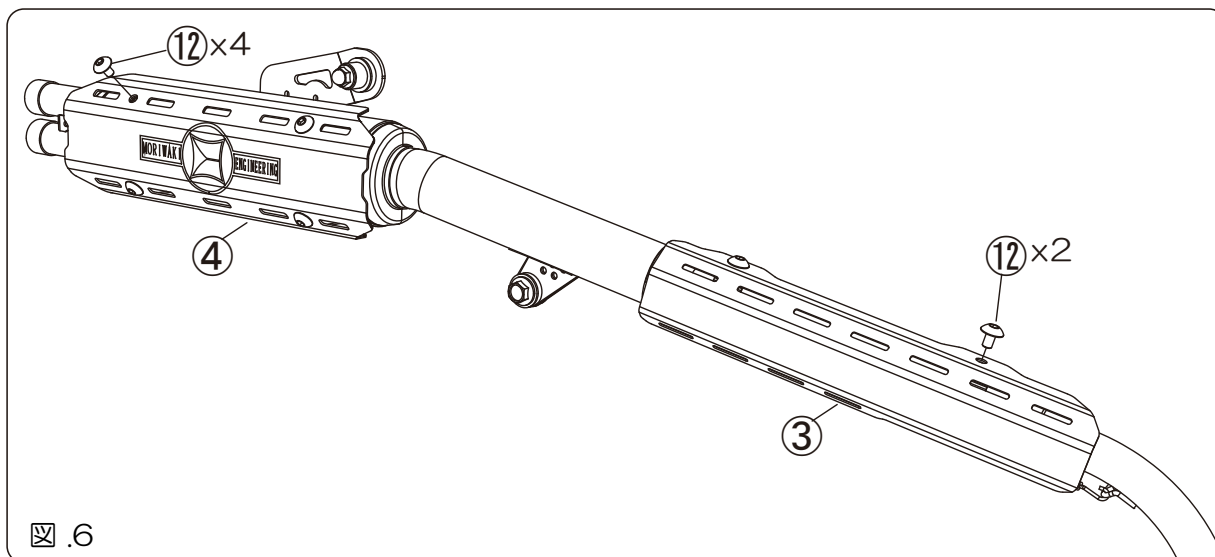

図.6
- ・図.6 を参考にヒートカバー-F(3)、ヒートカバー-R(4)をトルクスボルト M6×10(12)で取り付けます。